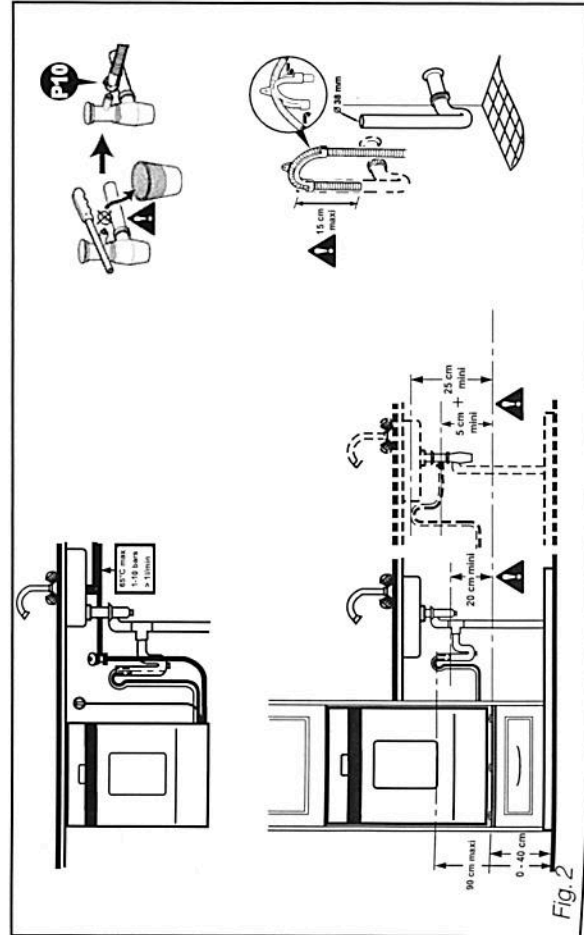

Fig. 2
• EVACUAÇÃO DAS ÁGUAS USADAS: FIG. 2